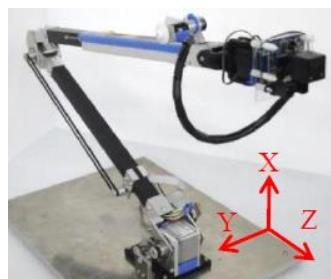

図1 マニピュレータ外観、マニピュレータ搭載レスキュー・ロボット概略図、
- マニピュレータの先端に装着した赤外線距離センサから得られる奥行情報をもとに、温度測定位置の推定を行い、小型サーモグラフィモジュールを利用して広範囲な温度分布図を作成し、熱源を特定する方法を採用した（図1）。